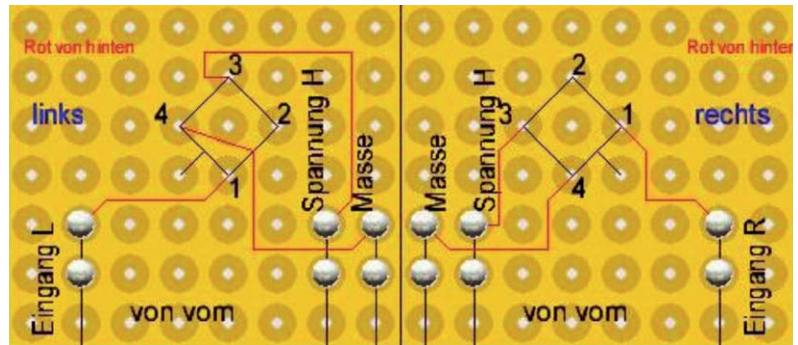
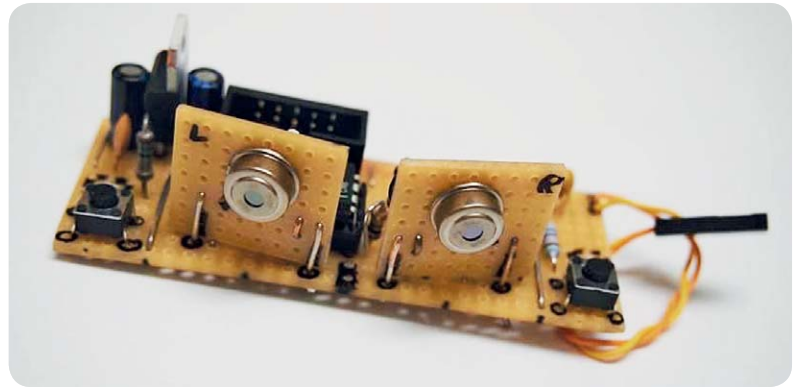

Bild 6: Die Bestückung der Sensorplatinen
Bild 7: Die fertig aufgebaute Zusatzplatine
Die Sensoren werden auf 2 kleinen Lochrasterplatinen (Bild 6, hier zusammen auf einer am eingezeichneten Mittelstrich zu trennenden Platine dargestellt) aufgebaut, die mittels jeweils 3 etwas steiferen Drahtstücken an den in Bild 4 markierten Plätzen plan aufzusetzen und zu verlöten sind. Dabei ist der Anschluss für die Spannung (H) auf der Rückseite der Sensorplatine anzulöten. Damit stehen die Sensoren so versetzt auf der Platine, dass sie getrennte Wärmequellen erfassen können. Der Erfassungswinkel jedes Sensors beträgt ca. 60°. Bild 7 zeigt die so fertig aufgebaute Baugruppe.